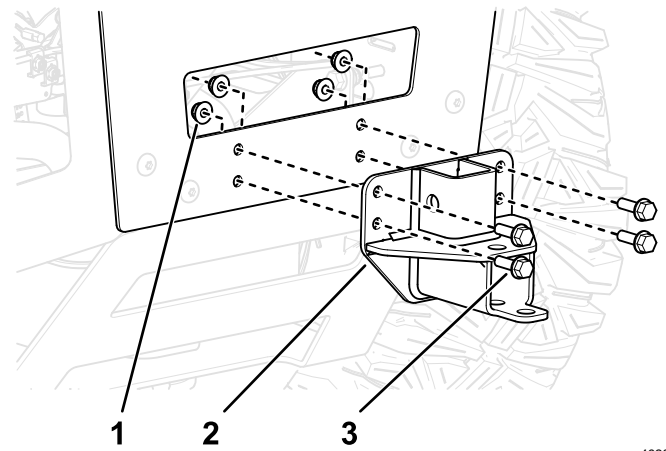

Figuur 13
- 2. Monteer de stabilisatiebeugel op de achterste beschermkap; gebruik 2 bouten (5/16" x 1") en 2 borgmoeren (5/16") zoals in Figuur 13.